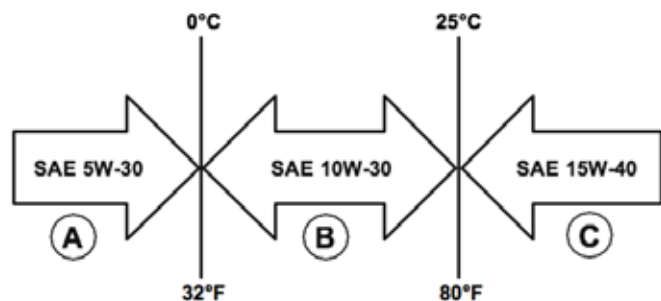

Figure 12: Huile recommandée
1. Utiliser uniquement l'huile moteur spécifiée dans la Figure 12.
7. Sélectionner l'huile moteur appropriée tel qu'indiqué dans la Figure 12.